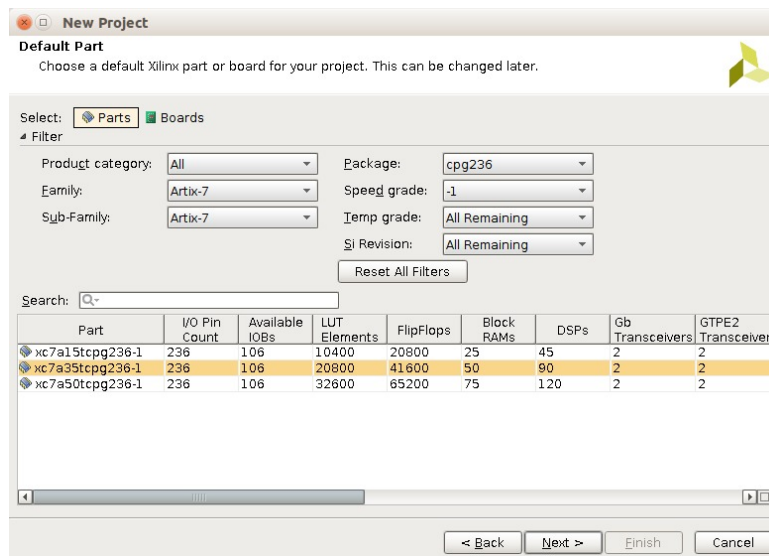

Figure 7: Copie écran - Création du projet, choix de la cible
13. Apparaît alors plus que trois cartes possibles, sélectionner la xc7a35t. Vous devez voir apparaître cette figure 7 puis cliquez sur Next.